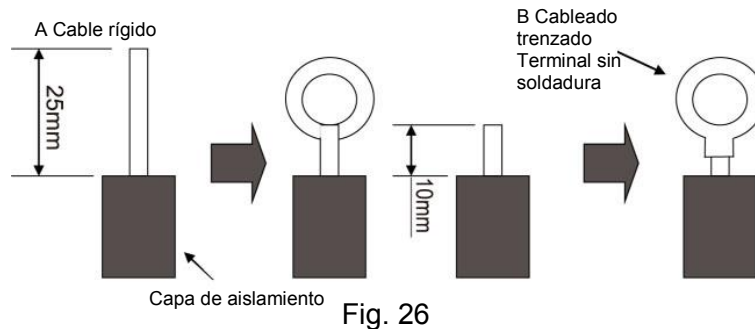

Fig. 26
- (1). Para cableado de núcleo sólido (Fig. 26)
- (2). Para el cableado trenzado (Fig. 26)